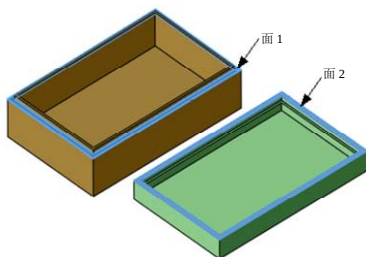
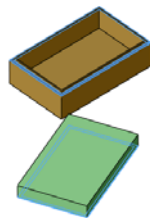
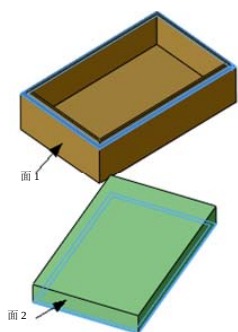

图 8-64 配合平面
图 8-65 配合结果
图 8-66 配合平面
(1) 单击装配体控制面板中的“配合”选项, 选取如图 8-64 所示的平面 1 和 2, 配合条件为重合, 单击工具条中的[确定]按钮, 完成配合结果如图 8-65 所示。
(2) 选取如图 8-66 所示的面 1 和面 2, 配合条件为重合, 单击 [确定] 按钮, 完成配合结果如图 8-65 所示。